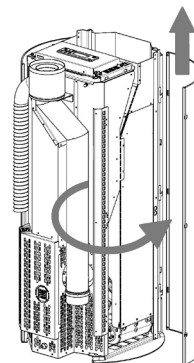

Fig. 73 - Verwijdering van de flank
- Open de flank en haak deze los uit de tanden (zie **Fig. 73**).